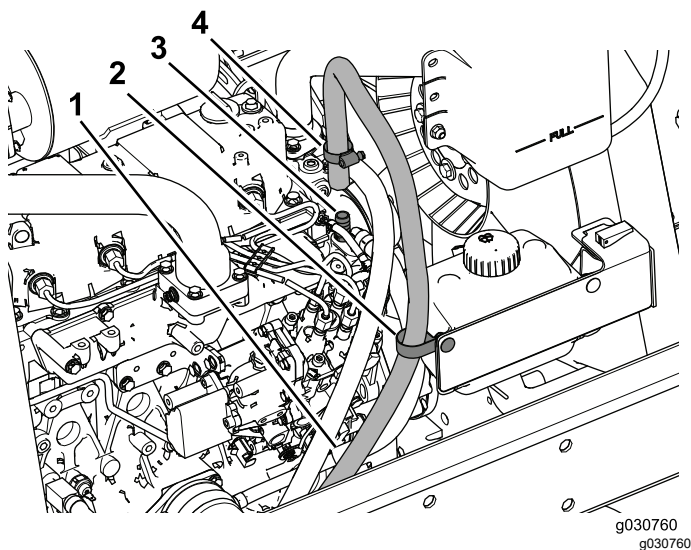

図 37
6. 戻り側ホースにクランプを通し、このホースを 図 37に示すようにフィッティング $\frac{3}{8}$ NPT x 0.625 バープに接続する。